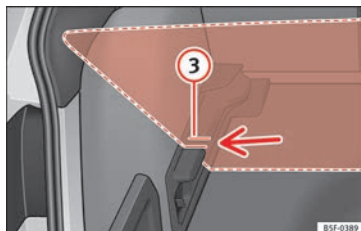

Fig. 159 Plancher de coffre à bagages modulable : rainures inclinées.
» **fig. 159 (3)**.
• Faites passer le plancher par ces rainures à l'aide de la poignée ❶ en la poussant jusqu'à ce que la partie avant mobile du plancher modulable se replie et vienne s'appuyer sur le plancher.